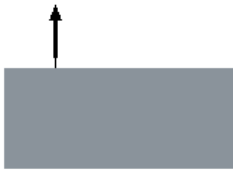

图 11.5.18 定义弯曲方向
Step11. 定义弯曲方向。此时系统提示  箭头表示折弯轴边。选择“反向”或“确定”。，使弯曲方向如图 11.5.18 所示，再选择 **Okay (确定)** 命令。